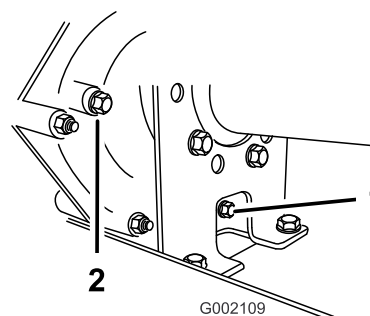

Figure 56
2. Essuyez la surface autour des bouchons de remplissage et de vidange avec un chiffon (Figure 56).
4. Dévissez et enlevez le bouchon de remplissage (Figure 56).
5. Dévissez et enlevez le bouchon de vidange (Figure 56).
6. Remettez et serrez le bouchon de vidange et le joint dans l'orifice de la transmission (Figure 56).
liquide nécessaire, jusqu'à ce que le niveau de liquide atteigne le bas du filetage (Figure 56).
8. Remettez et serrez le bouchon de remplissage et le joint dans l'orifice de la transmission (Figure 56).
10. Contrôlez le niveau de liquide et faites l'appoint si le niveau est en dessous du filetage de l'orifice du bouchon de remplissage (Figure 56).